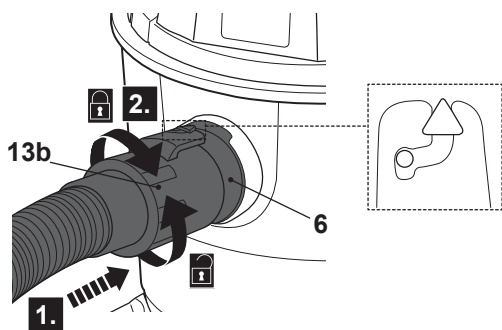

Fig. 10
- > Alinhe a seta no conector da mangueira (13b) com o marcador na abertura exterior da entrada de ar (6) e deslize o conector da mangueira para a abertura exterior da entrada de ar (Fig. 10, passo 1).
- > Rode o conector da mangueira (13b) no sentido dos ponteiros do relógio e certifique-se de que a ligação está bem segura (Fig. 10, passo 2).